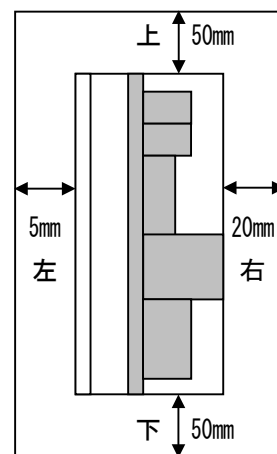

図 2.2.1 必要スペース
- ①電源端子台が見え、基板が右側に来るように強固な構造物にボルトでしっかりと垂直に取り付けてください。上下を逆にしたり水平面に据付けないでください。
- ②インバータの運転中は発熱しますので、冷却風の通路を確保するために、図 2.2.1 に示すスペースを設けてください。発生した熱は上部に放熱しますので熱に弱い機器の下には取り付けないでください。
- ③インバータ運転中は、基板の温度が 120℃付近まで上昇します。電源遮断後も基板は高温になっていることに十分注意してください。
- ④制御盤などに収納する場合、インバータの周囲温度が仕様値を超えないように換気に対する配慮を十分してください。放熱の悪い小さな密閉箱に収納しないでください。
- ⑤複数のインバータを同一の装置や制御盤内に収納する時は、相互の熱影響を少なくするために横に並べた据付が望まれます。やむを得ず上下に取り付けるときは、仕切板などを設けて下部の熱が上部に影響を与えないようにしてください。